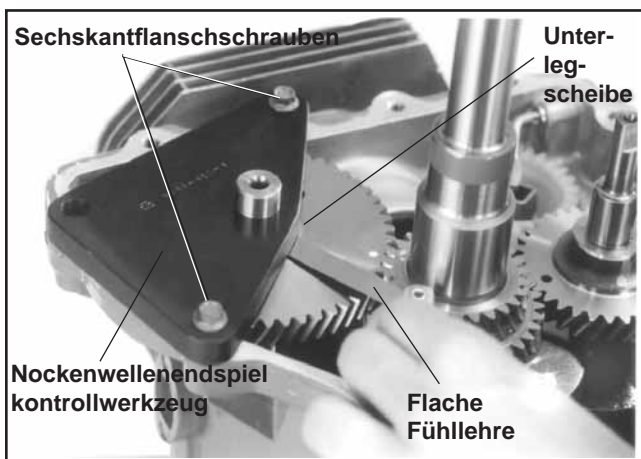

Abbildung 11-13. Nockenwellenendspiel überprüfen.
2. Bauen Sie das Nockenwellenendspielkontrollwerkzeug (siehe Abschnitt 2) an Kurbelgehäuse und Nockenwelle an. Befestigen Sie das Werkzeug mit den zugehörigen Sechskantflanschschauben am Kurbelgehäuse. Siehe Abbildung 11-13.